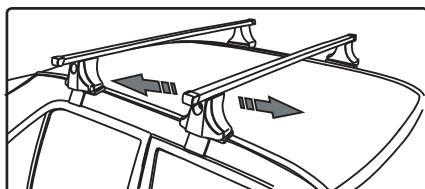

рис. 12
13. Потяните установленный багажник из стороны в сторону, убедитесь, что он установлен надежно. После установки груза на поперечины багажника, проверьте еще раз надежность и прочность его крепления и при необходимости подтяните винты (рис. 12).